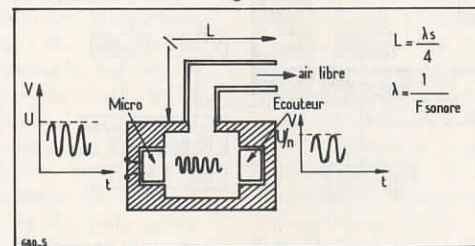

Fig. 5
**Mesure d'altitude :** L'altitude est déterminée par la variation de l'amplitude d'une onde sonore en fonction de la diminution de densité de l'air. Le système (fig. 5) se compose schématiquement d'un microrécepteur et d'un transmetteur sonore séparés par un espace relié à l'air libre.